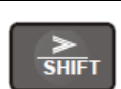

Рис. 5-1 Внешний вид панели управления
- На Рис. 5-1, А показан внешний вид панели управления моделей 0R7G-015G/018P, а на Рис. 5-1, В - панель управления моделями 018G/022P-500G.